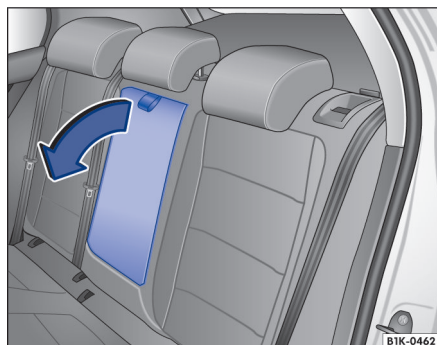

图 65 可翻出式后排座椅中间扶手
- **翻出扶手**：沿箭头方向 → 图 65 拉动拉环。
- **翻回扶手**：将中间扶手逆箭头方向 → 图 65 向上翻转，压入座椅靠背里即可。